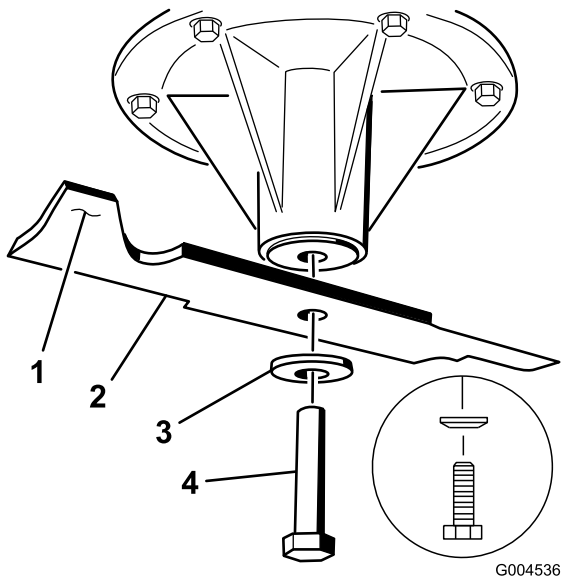

Bild 79
2. Nehmen Sie die Messerschraube, Wellenscheibe und das Messer von der Spindelwelle ab (Bild 79).
3. Feilen Sie, wenn das Schnittmesser nicht ausgewuchtet ist, vom Flügelbereich des Messers etwas Metall ab (Bild 79).